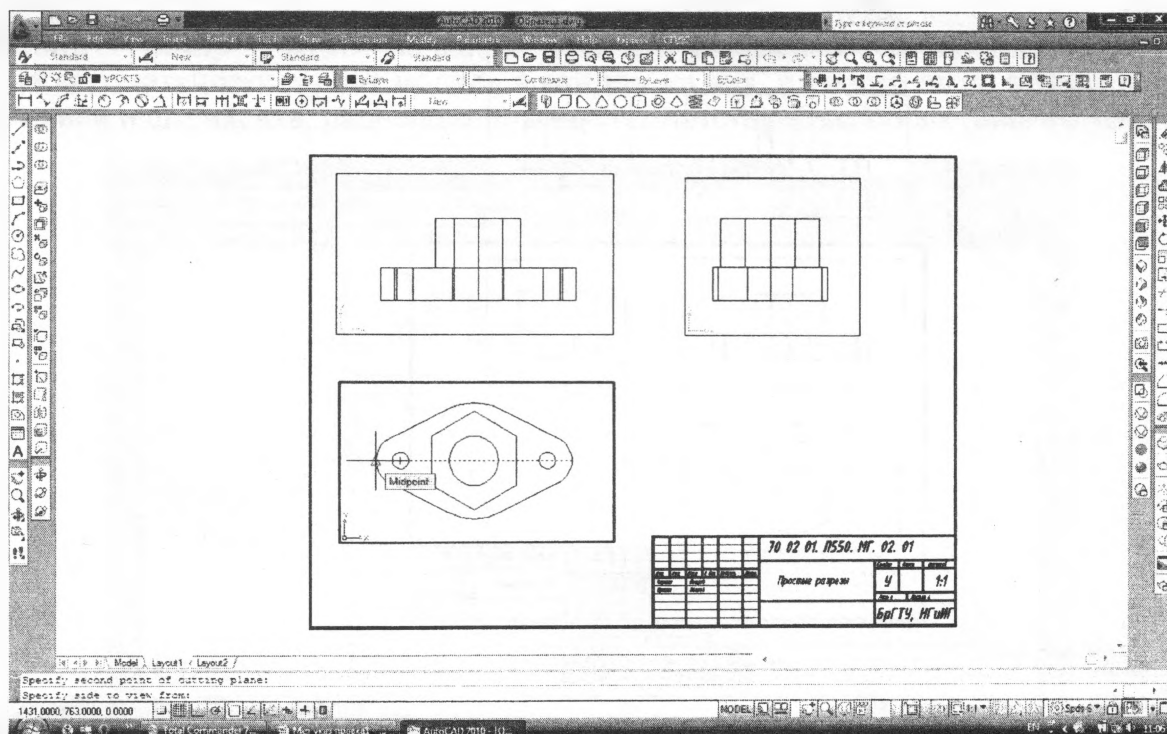

Рисунок 10.10
10.9. Выполним необходимые простые разрезы. Для этого в команде **Modeling** → **Setup** → **View** выбираем опцию **Section**. Указываем первую и вторую точки линии разреза на виде сверху, используя объектные привязки. Затем указываем центр вида, границы и задаем имя «фронтальный разрез» (рис. 10.10).